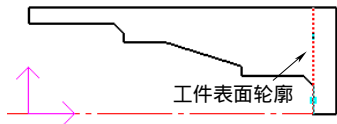

图 4-22 拾取被加工工件表面轮廓
- 当单击“粗车参数表”对话框中的“确定”按钮后，在状态栏中系统提示用户拾取被加工工件表面轮廓。单击立即菜单，在其下拉菜单中选取“单个拾取”方式，拾取被加工工件表面轮廓，如图 4-22 所示，然后单击鼠标右键结束被加工工件表面轮廓的拾取。